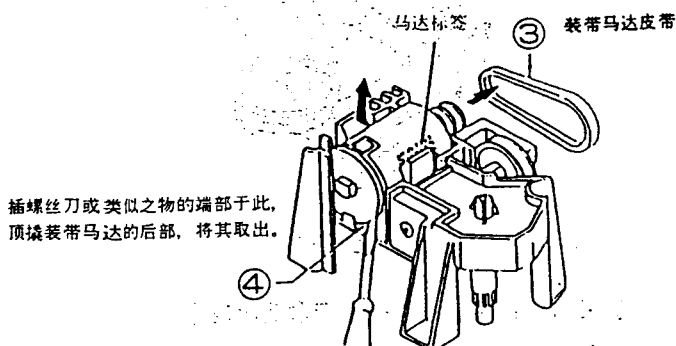

图1-70
3. 松去装带马达的皮带③。
4. 插螺丝刀或类似之物的端部于图1-70所示的间隙中，撬推装带马达的后部，将其取出。